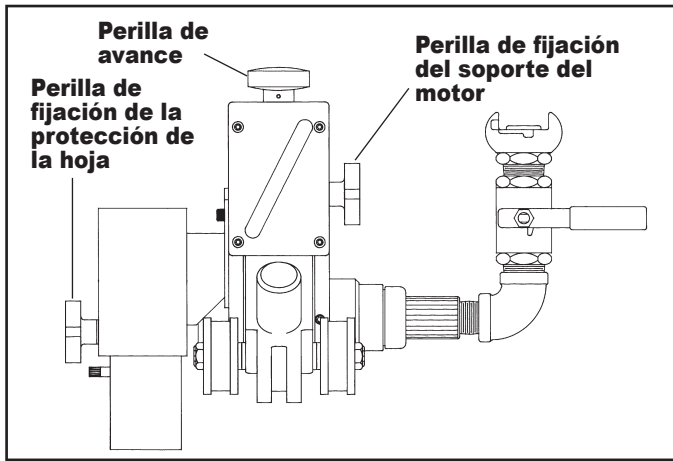

FIG. 4
- Afloje la perilla de fijación del soporte de motor. (Fig. 4)
- Retraiga el soporte de motor hasta la posición que está más arriba, girando la perilla de avance en sentido contrario a las agujas del reloj. (Fig. 4)
2. Gire la perilla de avance del cortatubos en el sentido de las agujas del reloj. (Fig. 4) Baje el motor y el cortatubos hasta que queden muy cerca del tubo, pero sin tocarlo. La perilla de fijación del soporte del motor debe estar ajustada pero debe permitir que el soporte se deslice.
- 2.\* Una vez que se sabe el espesor del tubo que se desea cortar, gire la perilla de avance en el sentido de las agujas del reloj, (Fig. 4) hasta que la aguja indique la profundidad deseada del cortatubos. Deje al menos ¼ pulg. de hoja más allá de la profundidad de corte.
\*La excepción a esto sería si la biseladora se usara para plástico, entonces el cortatubos estaría enganchado hasta que la biseladora comience a cortar. En este punto, se podría usar la aguja del indicador de profundidad para determinar la cantidad de biselado. Si se engancha completamente se produce 15/16 pulg. de biselado. (Fig. 4)
3. Ajuste la perilla de fijación del soporte de motor. (Fig. 4)
4. Ajuste la perilla de fijación de la protección de la hoja  $\frac{1}{8}$ " del tubo. (Fig. 4)